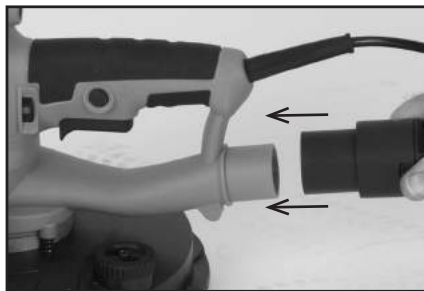

Abb. 9
- Verbinden Sie den Staubabsaugschlauch mit der Maschine, indem Sie ihn in den Entstaubungsanschluss der Maschine drücken. **(Abb. 9).**